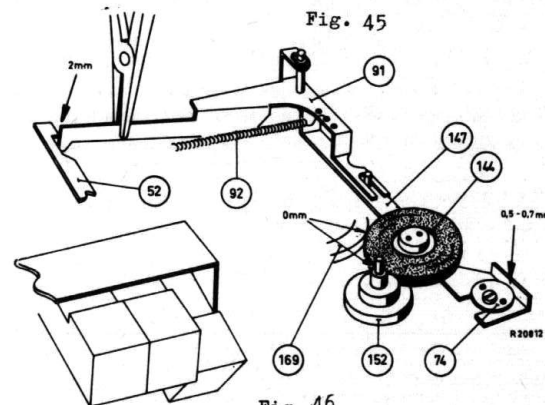

Fig. 46
- In de stand "opspoelen" moet de bedieningsbeugel 91 van het opspoeltussenwiel 144 ca. 2 mm vrijliggen van de spoelstrip 52, zie fig. 46. Dit is in te stellen door de lip van beugel 91 te verbuigen, zie fig. 46.
- Het opspoeltussenwiel 144 moet door veer 92 tussen de aandrijfschijf van de rechterspoelschotel en de motorpoelie worden getrokken, zie fig. 46.
- Tussen de aanslaglip van tussenwielbeugel 147 en de excenter 74 moet 0,5 - 0,7 mm speling zijn, zie fig. 46. Dit is in te stellen door excenter 74 te verdraaien.